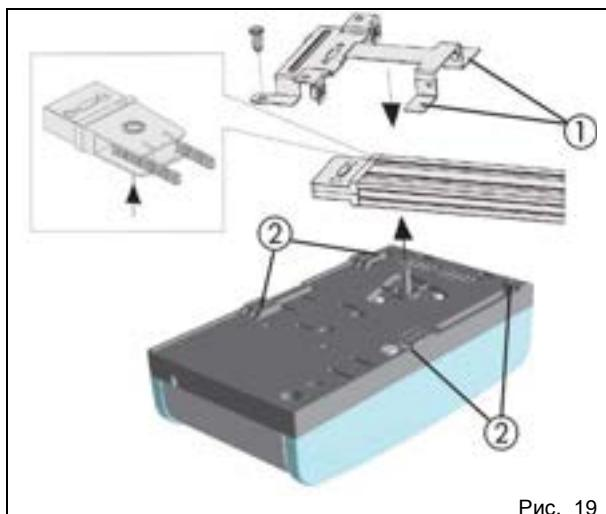
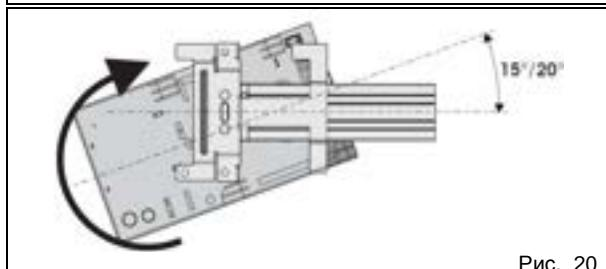
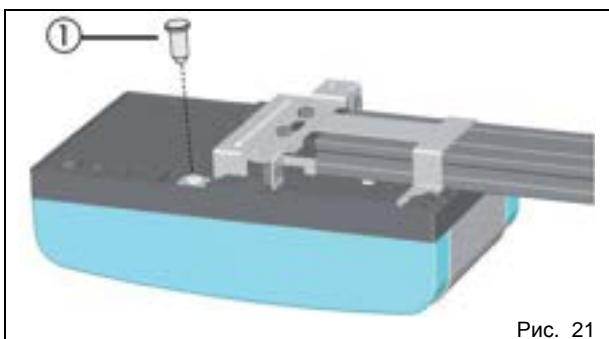

Рис. 19
Рис. 20
Рис. 21
- 1) Удерживая привод под наклоном 15/20° (рис. 20), вал двигателя следует поставить в муфту на заднем креплении направляющего профиля, так чтобы выступы (рис. 19, поз. 1) находились у посадочных гнёзд в днище корпуса привода (рис. 19, поз. 2).
- 2) Поворачивая привод в направлении, указанном на рис. 20, до положения, отображённого на рис. 21, и поставить штифт в отверстие в заднем креплении (рис. 21, поз. 1).